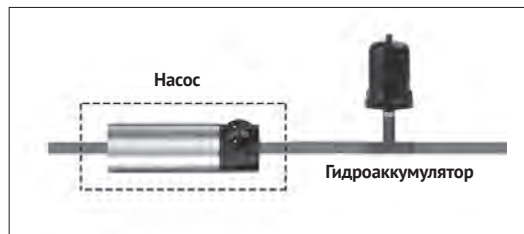

Рисунок 5 – Гидроаккумулятор в системе
- 7 Для корректной работы частотного преобразователя необходимо установить (см. рисунок 5) в систему гидроаккумулятор (входит в комплект поставки).